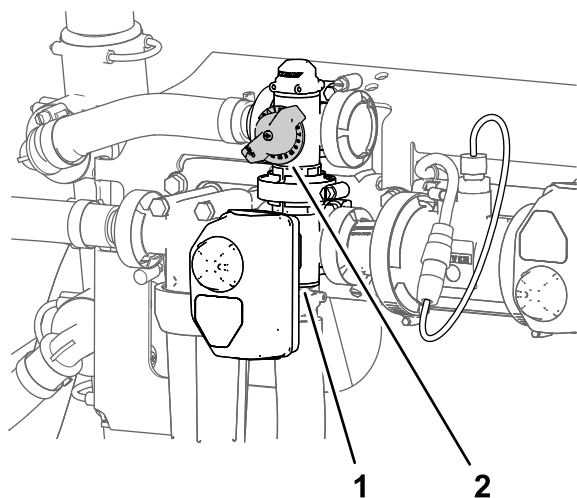

Figure 35
11. Réglez la vanne de dérivation d'agitation (Figure 35) à l'arrière de la vanne d'agitation jusqu'à ce que la pression indiquée sur le manomètre soit 6,89 bar (100 psi).